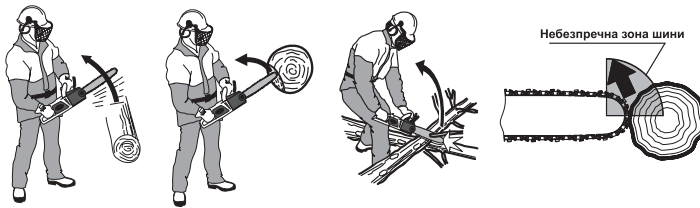

Рисунок 2. Приклади появи небезпеки «віддачі» виробу.
– постійно контролювати положення кінцівки шини, запобігати віддачі. Віддача ланцюгової пили виникає у вигляді несподіваного ривка виробу із працюючим різальним блоком у бік користувача (рисунок 2). Віддача є наслідком зіткнення різальної частини працюючого ланцюга із твердою перешкодою, наприклад, стовбуром дерева під час спилювання суків, або з іншим суком. Також ривок інструменту може виникнути у наслідок затиснення верхньої частини ланцюга (ривок пили назад на користувача), або його нижньої частини (ривок пили вперед від користувача).